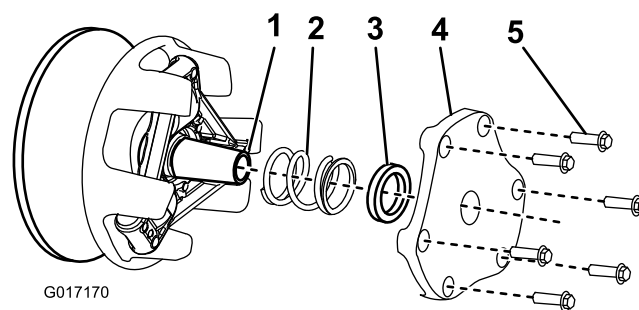

Рисунок 51
4. Отложите в сторону крышку, разделитель и пружину (Рисунок 51).